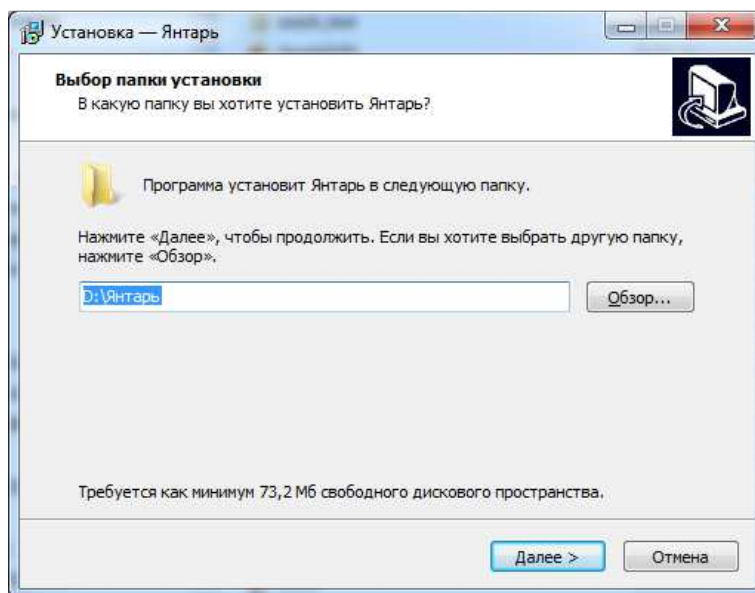

Рис. 21
2. Выбрать папку для установки (Рис.21)